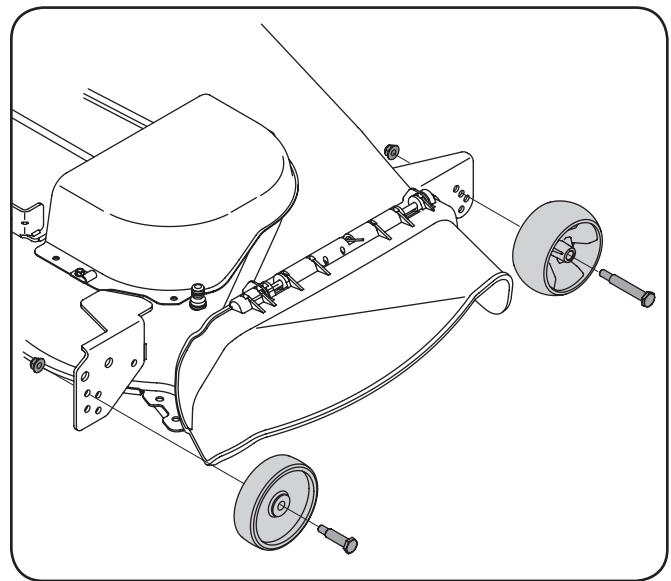

Figure 3-4
- b. Enlevez les roues de jauge avant et arrière en retirant les contre-écrous et les boulons à épaulement qui les fixent au plateau. Voir Figure 3-4.